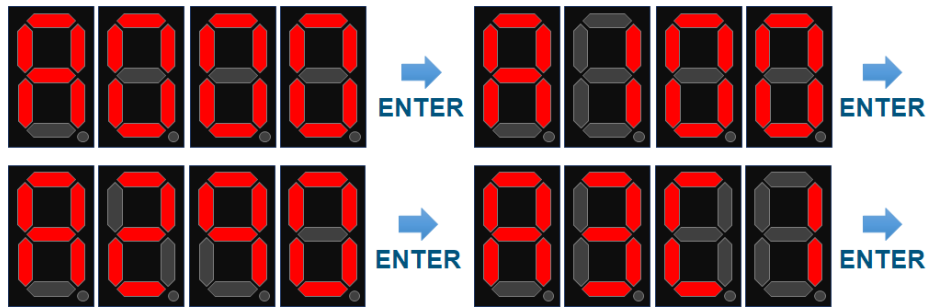
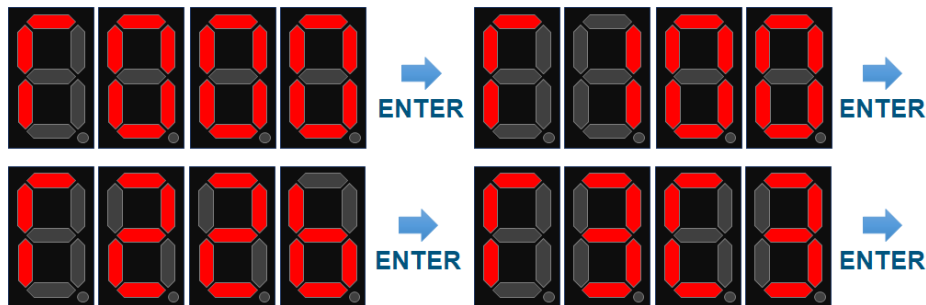

Fig. 2: Ingresando el operando A
Fig. 4: Mostrando el resultado R
- (b) **Visualización de datos:** tanto los operandos A y B, como el resultado R, se deben poder visualizar en los displays de 7-segmentos de la DE10-Lite, en formato hexadecimal. Se dedicarán cuatro displays para la visualización de operandos y resultado. Los dos displays más significativos indicarán el operando y el byte que se está visualizando: A0 (LSB), A1, A2, A3 (MSB), B0 (LSB), B1, B2, B3 (MSB), R0 (LSB), R1, R2, R3 (MSB). En cambio, los dos displays menos significativos indicarán el valor del byte seleccionado. Por ejemplo, para la multiplicación entre $A = -18(0xC1900000)$ y $B = 9.5(0x41180000)$, la cual tiene como resultado $R = -171(0xC32B0000)$, los operandos A y B se visualizarán durante el proceso de carga de datos como se muestra en las Figs. 2 y 3. Observe que se ingresa primero el byte menos significativo de los operados. De manera similar, el resultado de la multiplicación se mostrará como se indica en la Fig. 4 .